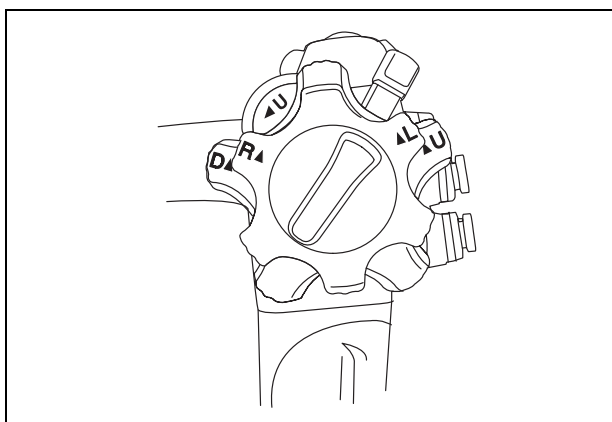

Figura 3.4
3. Quando os manípulos de controle de angulações CIMA/BAIXO e DIREITA/ESQUERDA tiverem regressado às suas posições neutras, como mostrado na Figura 3.4, verifique se a seção flexível volta facilmente para uma condição aproximadamente direita.